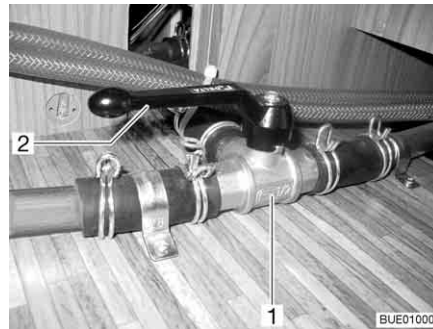

Fig. 198 Valvola a 3 vie
- Posizionare la leva (Fig. 198,2) della valvola a 3 vie (Fig. 198,1) parallela alla direzione di flusso diretta (Fig. 198).
- Posizionare la leva (Fig. 198,2) della valvola a 3 vie (Fig. 198,1) trasversale alla direzione di flusso diretta.